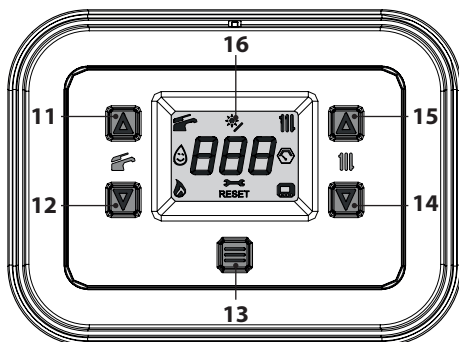
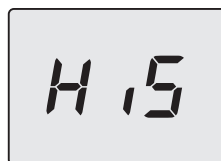

Figura 9.1
Figura 9.2
- Entrare in "modalità programmazione" premendo contemporaneamente per 5 secondi i tasti 12 e 14 (Figura 9.1) fino a far apparire sul display LCD le lettere **HIS** che indicano il menu "Storico delle caldaia" (Figura 9.2).
- Premendo il tasto 13 (Figura 9.1) si ottiene la conferma del valore inserito. Il display visualizzerà per 5 sec. quanto segue (Figura 9.6) poi, si porterà al livello superiore.
- tenere premuti contemporaneamente i tasti 12 e 14 per 5 sec. (Figura 9.1) (ritorno al livello precedente).